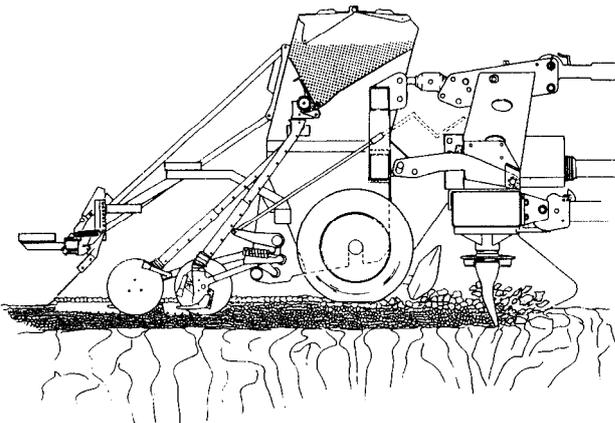

Fig. 7
- Kreiselgrubber mit Streifenpacker-Drillmaschine mit Rollscharen (Fig. 7) auf allen Böden (auch extrem tonig oder steinig) mit oder ohne Vorarbeit durch Schwergrubber oder Pflug, mit oder ohne organischer Masse an der Oberfläche.